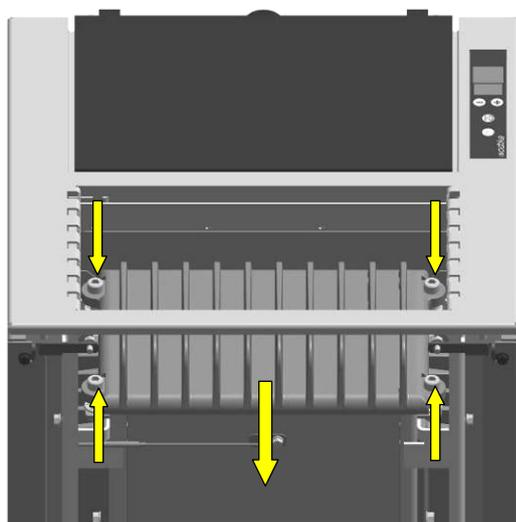

Fig. 92 : démontage du couvercle en fonte
2. Desserrez les quatre vis de fixation du couvercle en fonte et retirez le couvercle vers l'avant (Fig. 92).